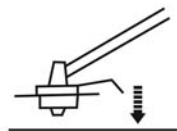

Рис. 19
- > Режущая головка оснащена кнопкой [33] для выпуска режущей лески [34] во время использования. Чтобы выпустить режущую леску, постучите кнопкой по твердой поверхности (рис. 19).